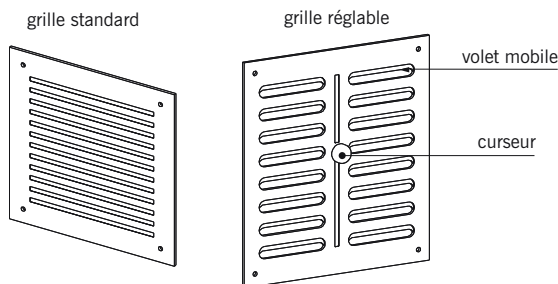

fig. 18.1
■ La **grille de ventilation** ou **grille d'aération** (fig. 18.1) : plaque perforée en tôle ou en plastique, mise en place sur un mur préalablement percé pour assurer, le plus souvent, une ventilation naturelle.